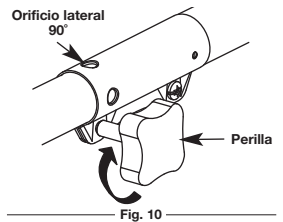

Fig. 10
- Gire la perilla en sentido horario para ajustarla (Fig. 10).
Para recortar bordes mientras usa el accesorio de corte de cabeza de línea con modelos EZ-Link™, trabe el botón de desconexión en el orificio lateral de 90° (Fig. 10).